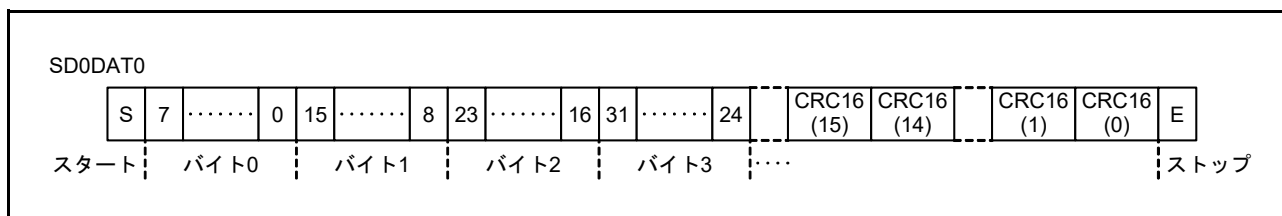
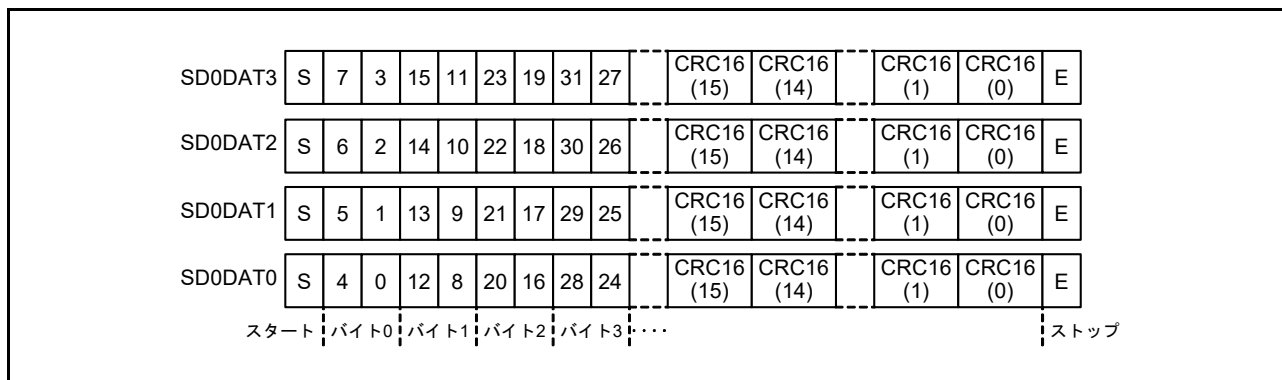

図 36.2 1 ビット幅モードの SD0DAT
図 36.3 4 ビット幅モードの SD0DAT
1. SD/MMC ホストインタフェースが SD0DAT 信号により SD カード / MMC からデータを受信する (図 36.2 および図 36.3 を参照)。